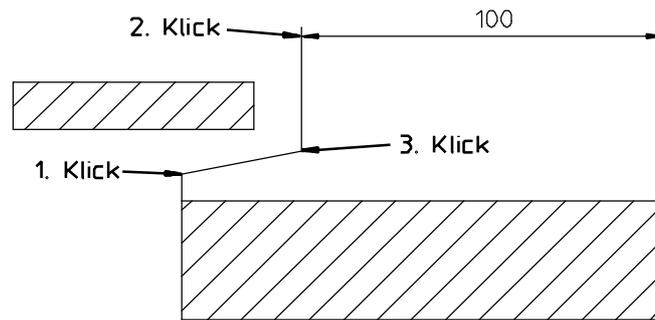

Abbildung 7.16: Maßlinienversetzung
- ? **Versetzen**: Versetzt die Maßhilfslinie beliebig (Abbildung 7.16).